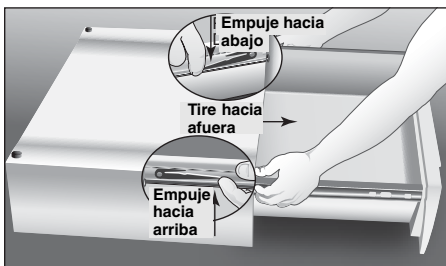

Figura 4
3. Retire el cajón empujando hacia arriba la palanca del costado izquierdo y empujando hacia abajo la palanca del lado derecho a la vez que tira del cajón hacia afuera (ver **Figura 4**).